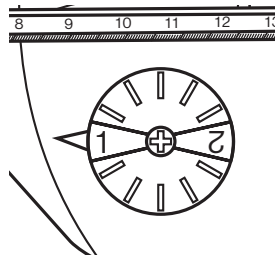

Abb. 10, 1. Gang
1. Drehen Sie den Gangwahlschalter (14) auf Position „1“, um den ersten Gang einzustellen. Im ersten Gang „1“ läuft das Elektrowerkzeug im niedrigen Drehzahlbereich mit hohem Drehmoment. Diese Einstellung eignet sich für das Bohren in härtere Materialien und von Löchern mit großem Durchmesser (Abb. 10).